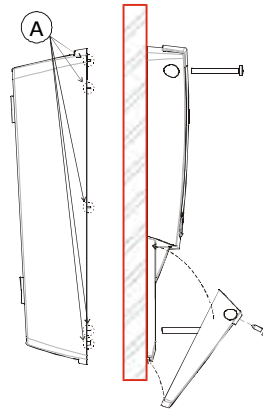

Fig. 6
4. Verwijder de uitstulpingen van het achterste deel zoals aangegeven in Fig. 6, A.